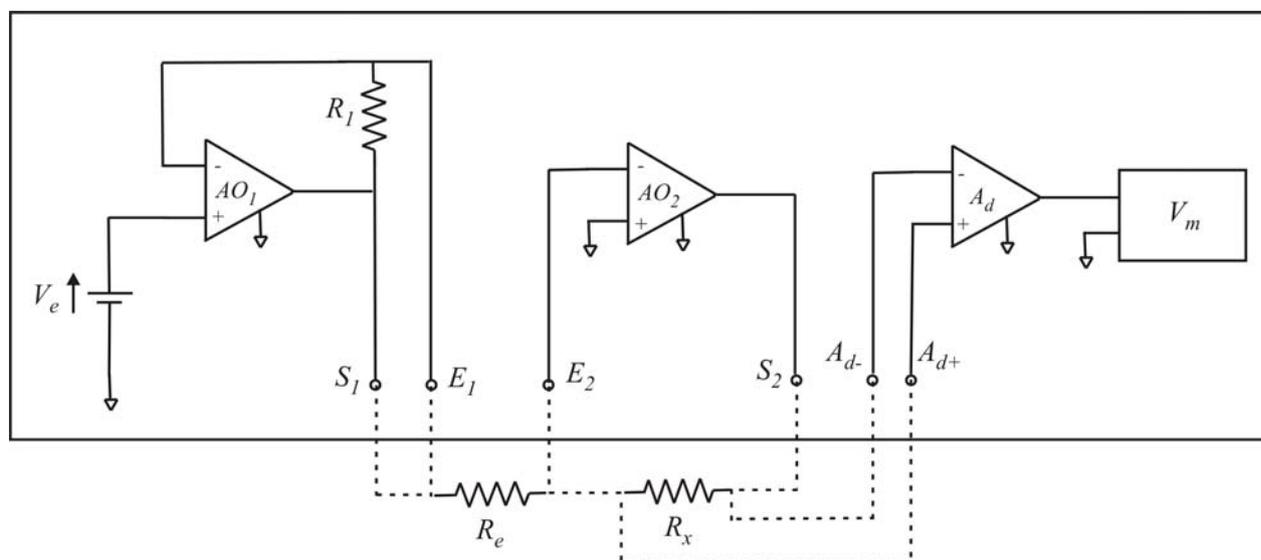

Figure 7 : schéma de mesure des résistances à l'aide de l'appareil didactique
a) L'appareil didactique est représenté sur la figure 7. Sur cette figure, les traits pleins correspondent au câblage interne de l'appareil tandis que les traits pointillés correspondent au montage à réaliser. L'appareil de mesure comporte :
- c) La résistance de grande valeur (entre  $5\ \text{M}\Omega$  et  $10\ \text{M}\Omega$ ) sera mesurée en permutant  $R_e$  et  $R_x$  dans le schéma de la figure 7. Prédéterminez les valeurs de  $R_e$  et du gain qui conviennent à sa mesure.